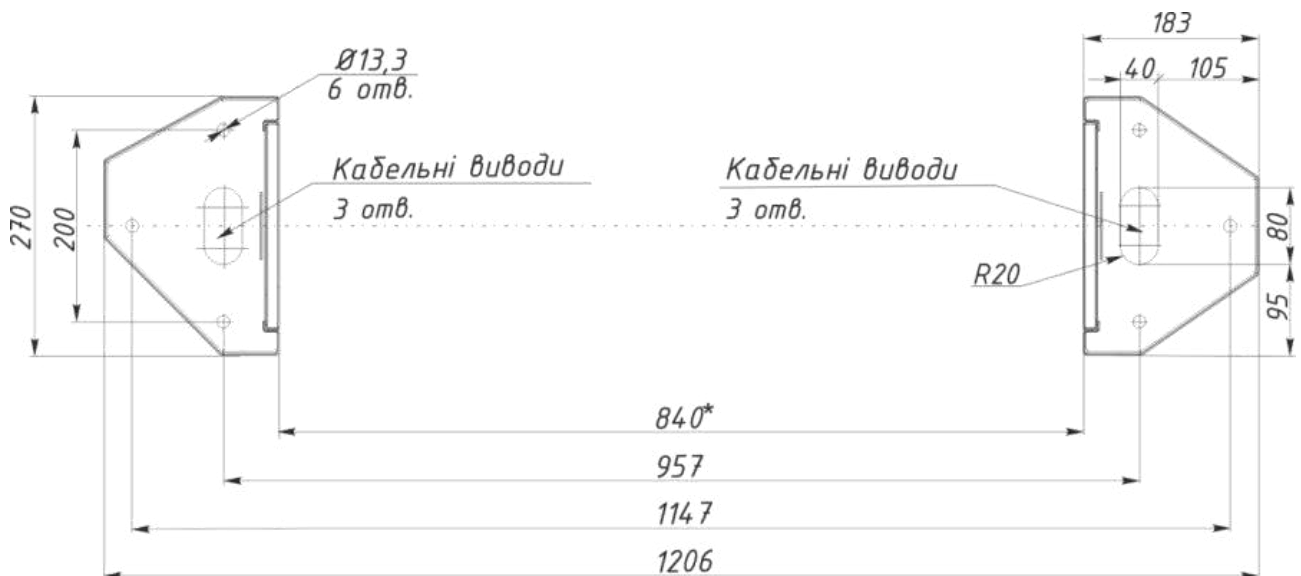

Рис. 12 – Розмітка для монтажу турнікету типу «трипод»
- 4) Зробити на поверхні майданчика розмітку отворів для кріплення турнікету відповідно до *рис.12*. Як шаблон для розмітки можна використовувати власне турнікет, розміщений вертикально на місці його установки.
- 6) За необхідності прокладання кабелів під поверхнею підлоги підготуйте в підлозі кабельний канал до зони введення кабелів у стійку турнікету. Розташування зони введення кабелів вказано на схемі *рис.12*.